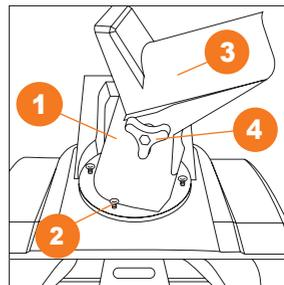

Рис. 9
1. Установите трубу выброса снега **1** и зафиксируйте её четырьмя винтами **2** в основании крепежа для трубы выброса (Рис. 9).
2. С помощью дефлектора **3** отрегулируйте дальность выброса снега и зафиксируйте его барашковым винтом **4** (Рис. 9).